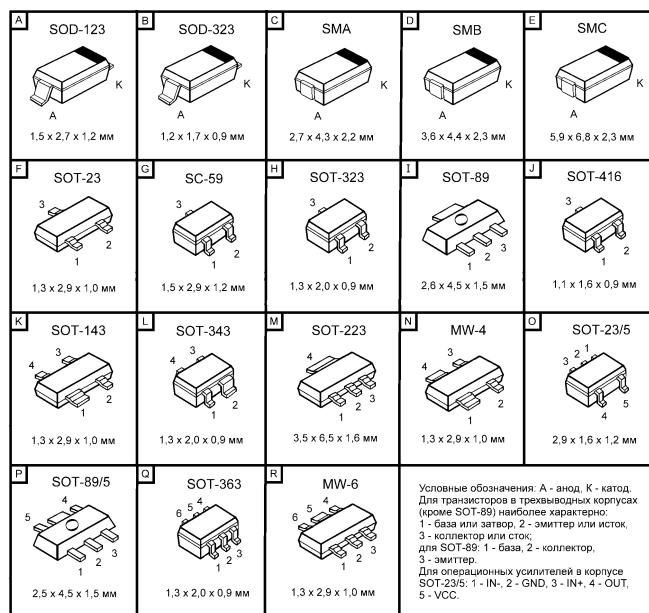

Рис. 2
Используя микросхему по преобразованию необходимых уровней сигналов для COM-порта PC RS232 (± 10 В) - ADM232 (**рис. 2**), можно весьма просто реализовать работоспособность CAT-системы и избежать приобретения не дешевого промышленного интерфейса, как то
- на мачте (редукторе) «А» устанавливается стойка «Б» с траверсой «В» и крестовиной «Г». На траверсе «В» предварительно закреплены (через изоляторы) рамки самого низкочастотного диапазона, а также изоляторы остальных планируемых диапазонов. В изоляторы продеты капроновые шнуры. При необходимости на стойке «Б» предварительно увязываются растяжки «Д» (**рис. 2**, вид сбоку), концы которых свободно висят;
Рис.2 вид сбоку
- на концах распорок «Е» увязываются растяжки «З» (**рис. 2**);
Цель настоящей публикации - обобщить информацию о маркировочных кодах более чем 2000 полупроводниковых приборов 16 ведущих зарубежных фирм (табл. 4-8, часть таблиц будет опубликована в следующем номере). Ориентировочные эскизы корпусов, расшифровка условных обозначений типов ЭРЭ и фирм-изготовителей приведены соответственно на рис. 2 и в табл. 2, 3. Для компактности в настоящий справочный материал не включены приборы-двойники, имеющие одинаковую маркировку и одинаковое название, но производимые разными изготовителями. Например, транзистор BFR93A (маркировка «R2», табл. 7) выпускается не только фирмой Siemens, но и Philips Semiconductors, и Temic Telefunken.
● Из всех корпусов, приведенных на рис. 2, «случайным» можно назвать относительно крупногабаритный SOT-223. Обычно на нем помещаются если не все, то большинство цифр и букв названия ЭРЭ, по которым однозначно определяется его тип. Немногочисленные исключения из этого правила как раз и представлены в табл. 6.